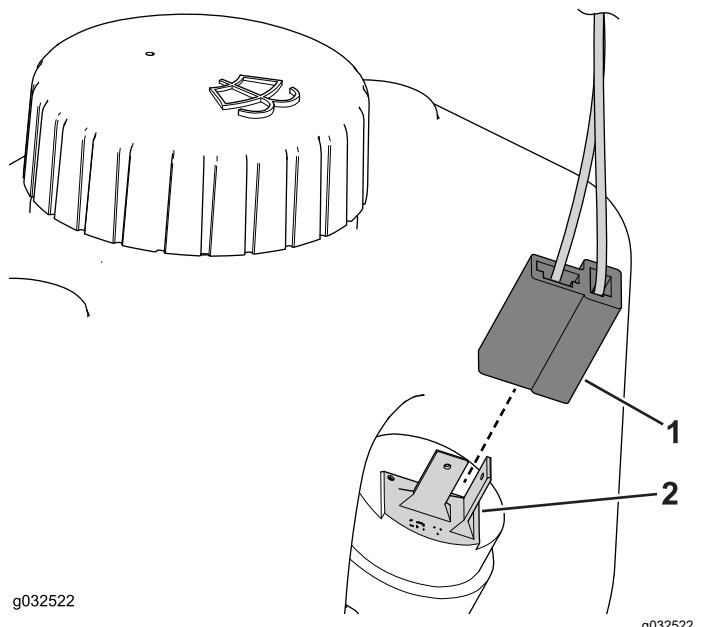

Figure 43
1. Branchez le connecteur au réservoir de lave-glace (Figure 43).